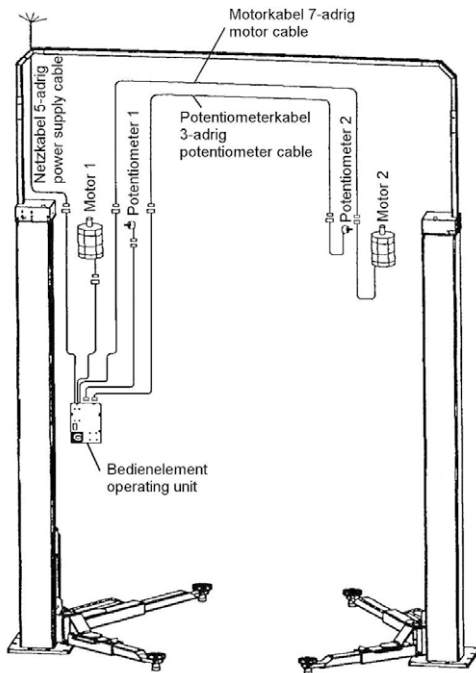

Figura 23: Recorrido de los cables con el uso de tubo vertical y transversal
- Tender el cable según el diagrama (figura 23) en el tubo vertical y transversal de la plataforma elevadora y ensamblar los enchufes adecuados: